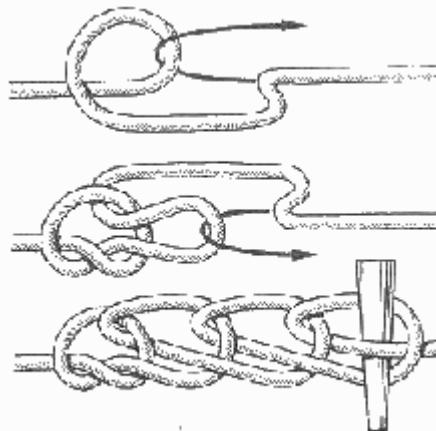

Рис. 115. «Мартышкина цепочка»
**“Мартышкина цепочка”** (рис. 115) Назначение этого узла то же самое – на время укоротить трос. В отличие от колышки и олимпийского узла, он имеет то преимущество, что завязанный им трос своими петлями не мешает работе и его можно даже взять на шпиль. Перед тем как дать на трос, завязанный этим узлом, нагрузку, в последнее звено “цепочки” нужно вложить свайку или клевант или пропустить через него ходовой конец: иначе узел мгновенно развязается.